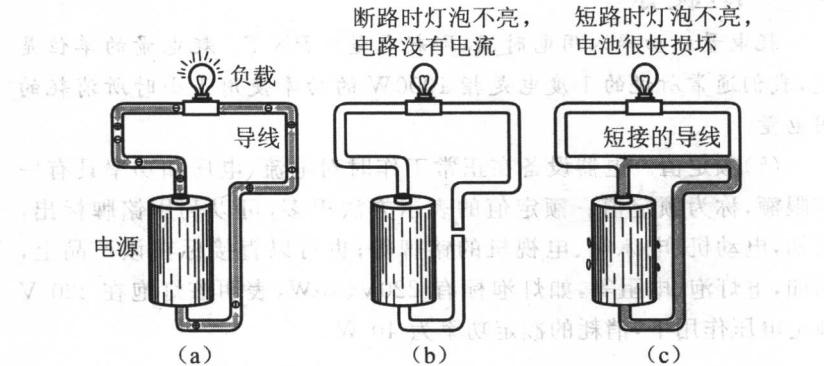

图 1-3 电路的工作状态图
(1) 通路。当电路中开关闭合时，电源与负载（用电器）接通，负载中有电流流过，处于这种工作状态时称为通路。电路正常工作时就处于通路状态。通路状态如图 1-3(a) 所示。
(2) 断路。当电路中开关打开或某处断开时，电路处于断路状态。这时负载中没有电流流过，此时电路不工作。断路状态如图 1-3(b) 所示。
(3) 短路。当电源正负极联接在一起时，电路处于短路状态。短路状态如图 1-3(c) 所示。